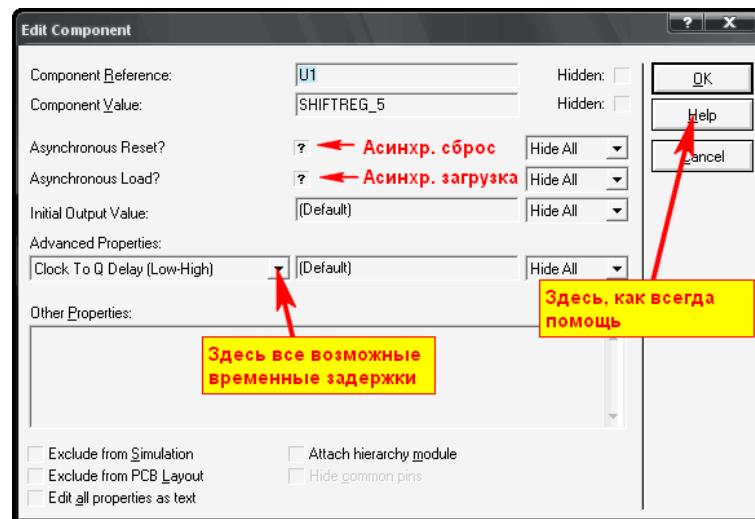

Рис. 107.
**RESET** – (**Data reset**) сброс данных. По умолчанию при лог. 1 на этом входе по переднему фронту **CLK**. Для асинхронного сброса только этим сигналом необходимо установить флажок в свойствах (Рис. 107).
**LOAD** – (**Data load**) сигнал параллельной загрузки со входов **D0...D4**. По умолчанию при лог. 1 на этом входе по переднему фронту **CLK**. Для асинхронной загрузки только этим сигналом необходимо установить флажок в свойствах (Рис. 107).
Теперь обратимся к окну свойств **SHIFTRREG** (Рис. 107). По сути, я уже почти все описал, пока рассматривал назначение выводов. Осталось указать, что **Initial Output Value (INIT)** определяет состояние триггеров регистра при старте симуляции. По умолчанию оно не определено, но если ввести в него десятичное значение, например 3, то при старте симуляции соответственно выходы (триггеры) **Q0** и **Q1** встанут в состояние лог.1. Фактически, у счетчиков было то же самое. Ну и